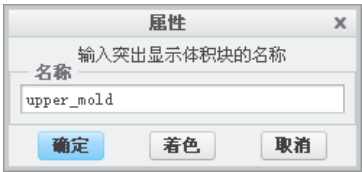

图 18.3.23 “属性”对话框（一）
Step6. 系统弹出图 18.3.23 所示的“属性”对话框，同时模型中的上半部分变亮，在该对话框中单击 **着色** 按钮，着色后的模型图 18.3.24 所示，然后在对话框中输入名称 upper_mold，单击 **确定** 按钮。